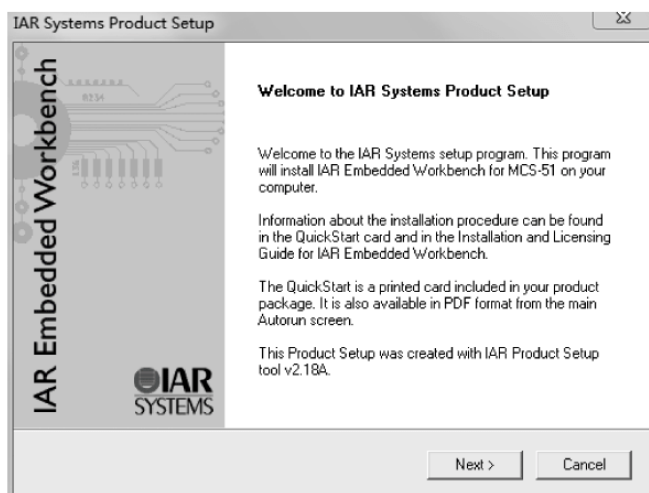

图 1.2 安装许可询问
(2) 出现如图 1.2 所示的对话框,单击 Next 按钮。